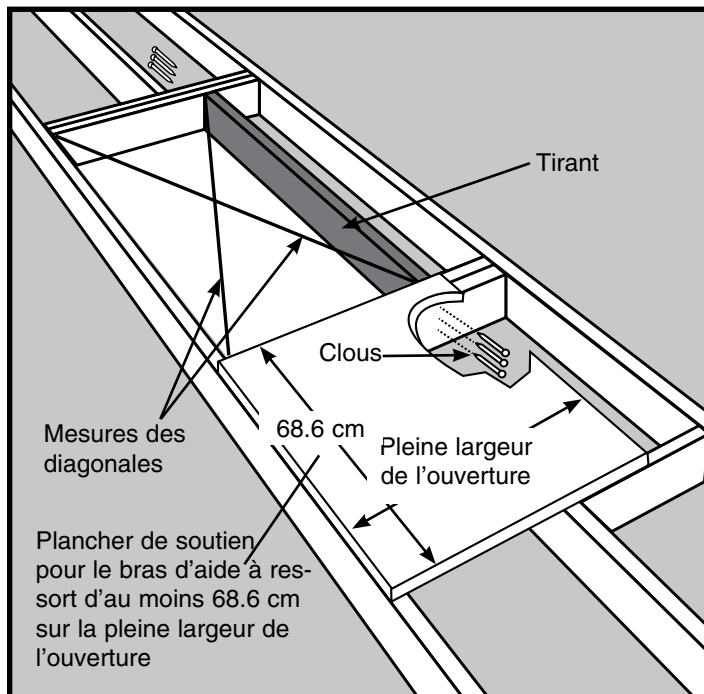

Figure 18
Étape 4. Positionnez le ou les tirants le long du ou des côtés non-encadrés de votre emplacement (Voir la Figure 18).
Vérifiez la perpendicularité, puis clouez à l'autre extrémité. Vérifiez la perpendicularité des côtés de l'ouverture en mesurant ses diagonales. Ces mesures doivent être égales à 3 mm près pour que la perpendicularité soit acceptable (Voir la Figure 18).